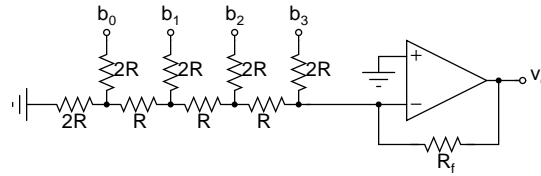

Figura 3: DAC R2R de 4 bits con ganancia
3. En la figura 3 se agregó un amplificador inversor a la salida del arreglo. Calcule el valor de  $R_f$  para que el valor absoluto de  $V_o$  ocupe todo el rango entre 0 y 5 V.